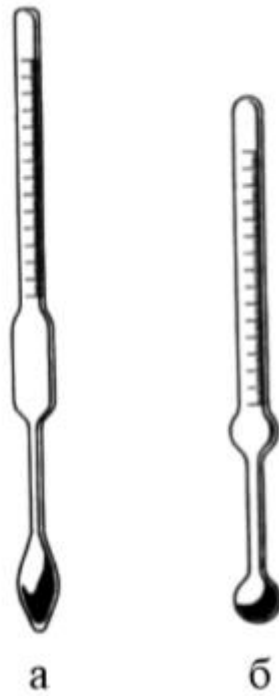

Рис. 2 – Ареометры для определения плотности жидкости легче воды (а) и жидкости тяжелее воды (б).
*Ареометры* (рис. 2) – приборы для определения плотности жидкости. Различают ареометры для жидкости легче воды и для жидкости тяжелее воды. У ареометров первого типа отсчёт шкалы производится от 1,000 до 0,700, а у ареометров второго типа – от 1,000 и выше. Измерения плотности ареометром проводят при 20 °С.